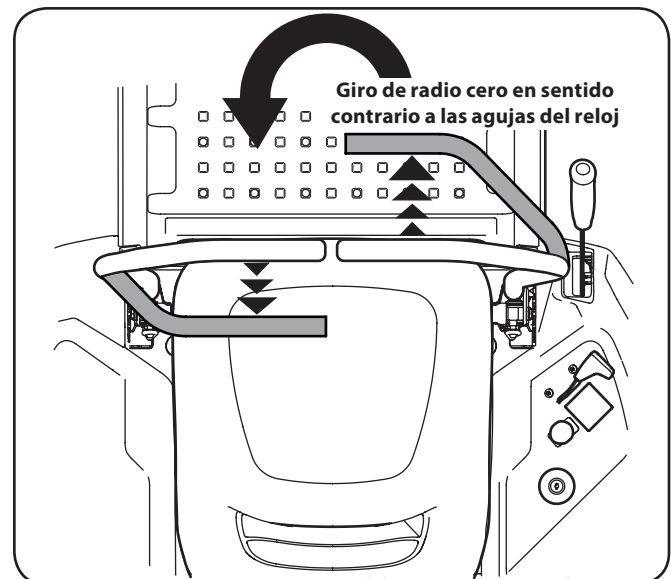

Figure 5-10
3. Para girar en sentido contrario a las agujas del reloj, mueva la palanca de control del lado derecho hacia adelante mientras mueve simultáneamente la palanca de control izquierda hacia atrás. Consulte la Fig. 5-10.